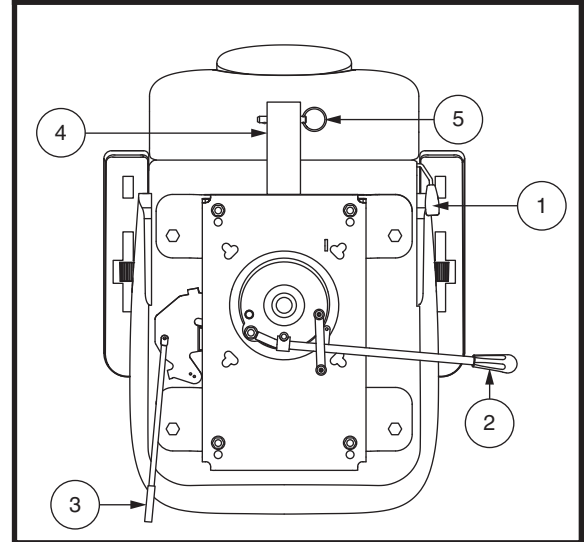

Abb. 19. Sitzeinstellungen
Um die verstellbare Rückenlehne einzustellen, befolgen Sie diese Schritte. **Siehe Abb. 19.**
1. Zum Entriegeln des Sitzes den Sitzverschluss je nach Sitztyp entweder nach oben ziehen oder nach vorne schieben. **Siehe Abb. 19.**
1. Drehen Sie den Hebel zur Verstellung der Sitzposition nach aussen. **Siehe Abb. 19.**
Der Armlehnenwinkel Ihres Fahrzeug kann nach oben oder nach unten verstellt werdendurch das Drehen der armlehnenwinkels Einstellung. **Siehe Abb. 19.** Drehen Sie das Einstell für die Armlehne nach links, um den Armlehnenwinkel zu verringern, oder nach rechts, um den Armlehnenwinkel zu erhöhen.
Die Zubehörhalterung am Heck ermöglicht es Ihnen, persönliche Zubehörkomponenten wie Korb, Gehhilfe oder Sauerstofftank hinter dem Fahrzeug anzubringen. Verwenden Sie den Sicherheitsstift, um das Zubehörteil sicher an der Halterung zu befestigen. **Siehe Abb. 19.** Für weitere Informationen wenden Sie sich an Ihren Vertragshändler.